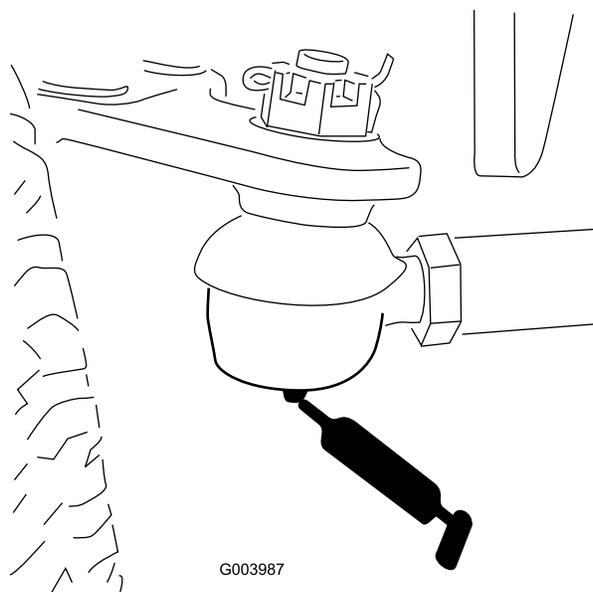

Рисунок 68
- Тяги заднего моста (2 шт.) (Рисунок 68)